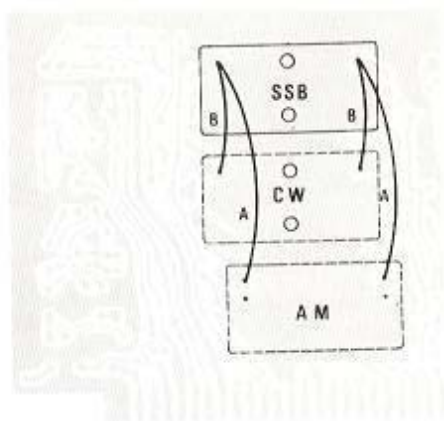
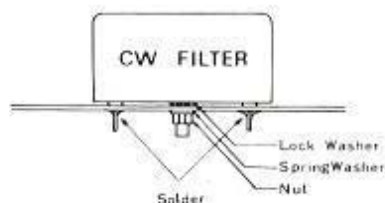

Figura 7
Figura 8
- 3) Para la instalación del filtro de CW, remueva los puentes "B" del impreso. Para la instalación del filtro AM, remueva los puentes "A"; (ver figura 7).
- 4) Monte los filtros como se indica en la figura 7. No aplique excesiva fuerza al apretar las tuercas de sujeción. Ver figura 8 para mayores detalles.